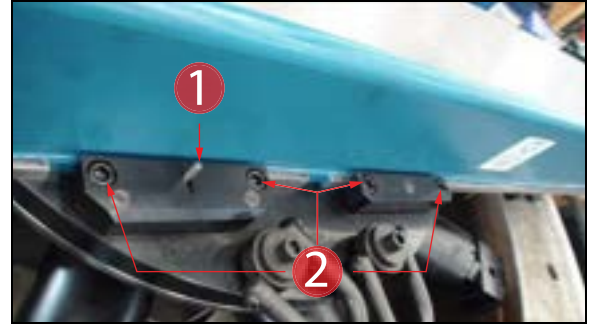

FIGURE 3-19. VIS DE SERRAGE ET GOUPILLE D'ARRÊT
2. Maintenez la goupille d'arrêt de sécurité ouverte (Figure 3-19).